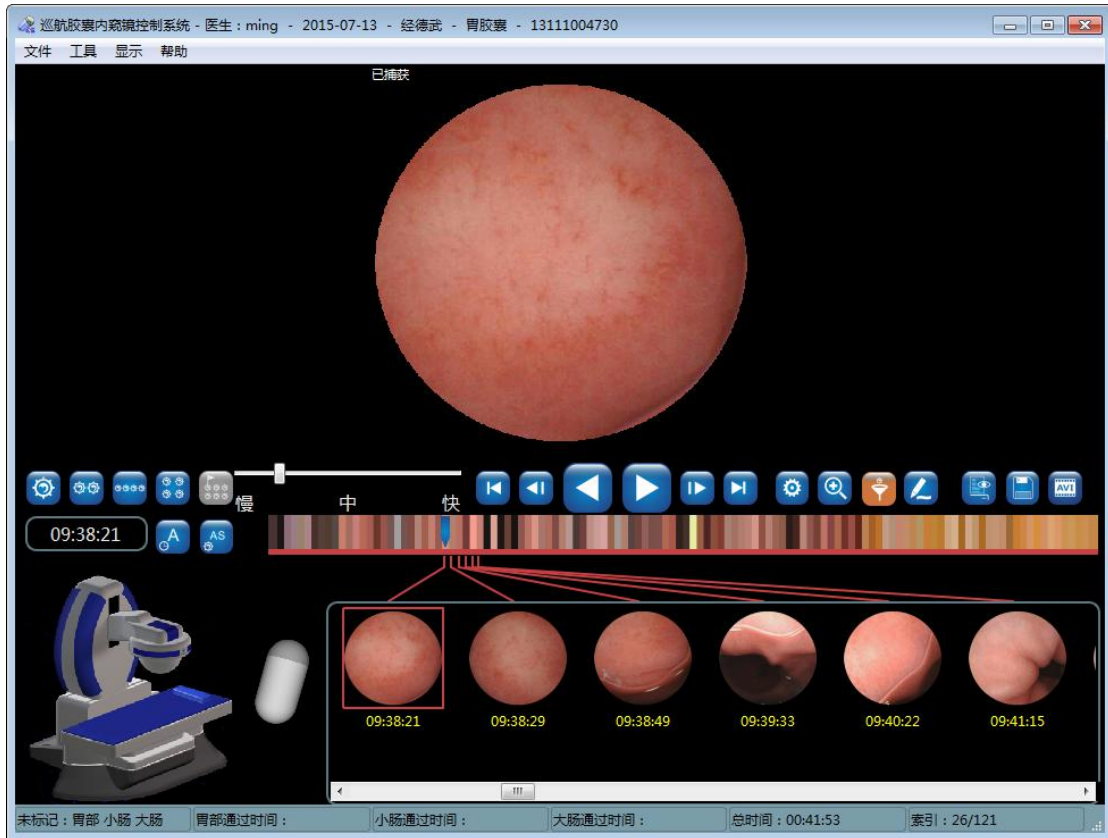

图 4-95 过滤浏览模式
2. 点击 ，当按键图标变为  时，进入图 4-95 过滤浏览模式。在过滤浏览模式下，软件只显示已经标记或捕获的图片，提供进一步筛选的功能。